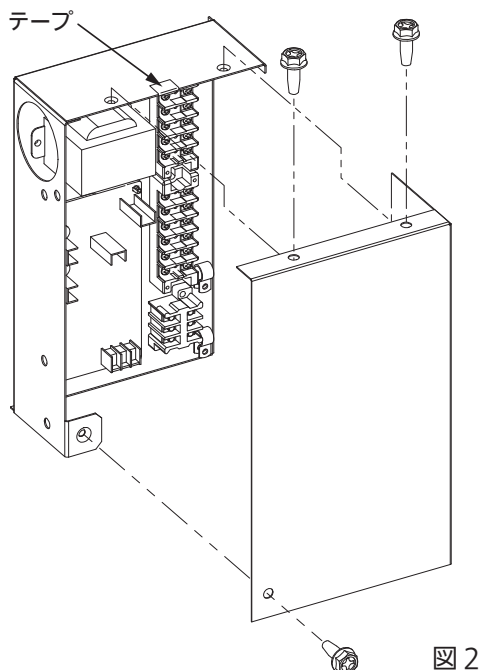

図2
- ① 固定のネジ3本を取りはずし、配線をまとめているテープをはずした状態にしてください。(図2参照)